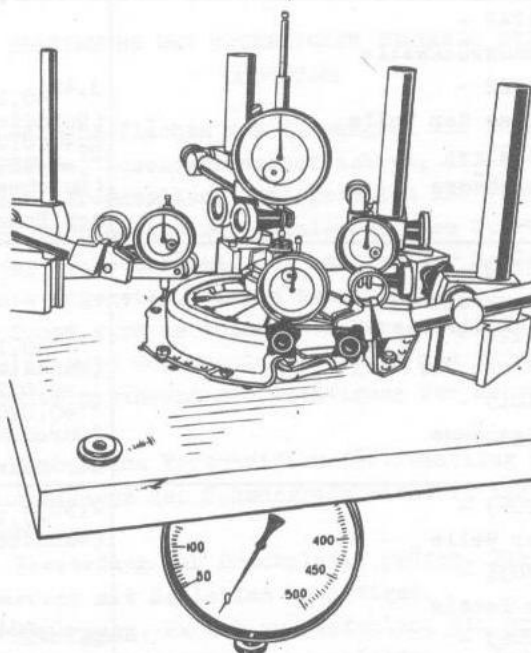

Bild 3-5. Messung von Schlag und Abzug der Druckplatte
Zur Bestimmung des technischen Zustands den Kupplungskorb im Satz mit Kupplungsplatte auf eine spezielle Vorrichtung (Bild 3-5) mit einer das Schwungrad des Motors ersetzenden flachen Platte
3. Versetzung der Fläche N . Bei Versetzung des Belastungsringes D um 8 mm in Pfeilrichtung soll die Versetzung der Druckplatte in Pfeilrichtung B mindestens 1,4 mm betragen. Dabei darf ein Schlag der Fläche N höchstens 0,35 mm betragen, und die Kraft am Ende des Weges darf nicht größer als 1100 N (112,2 kp) sein. Die Messung des Schlags und der Versetzung der Druckplatte erfolgt mit Hilfe von Meßuhren, deren Stifte an den Kopf der Nieten in den Stellen der Befestigung der Verbindungsplatten an der Druckplatte angesetzt sind, entsprechend Darstellung in Bild 3-5.